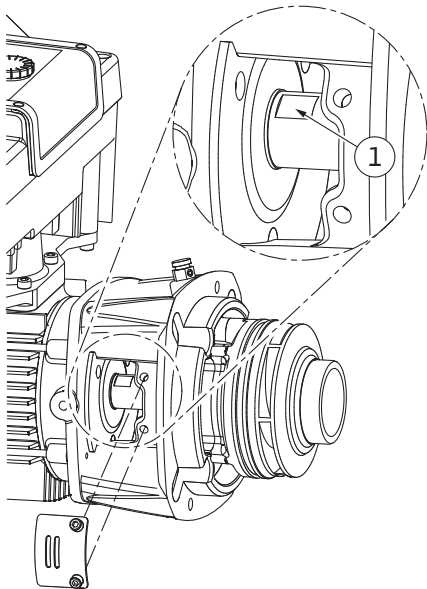

Fig. 106: Nøkkelflater på akselen
14. Før en skiftenøkkel (nøkkelbredde 22 mm) inn i lanternevinduet, og hold fast akselen med nøkkelflatene (Fig. 106, pos. 1). Skru ut skovlmutteren (Fig. I, pos. 22). Løpehjulet (Fig. I, pos. 21) trekkes automatisk av akselen.
15. Demonter distanseskiven (Fig. I, pos. 20).
3. Før en skiftenøkkel (nøkkelbredde 22 mm) inn i lanternevinduet, og hold fast akselen med nøkkelflatene (Fig. 106, pos. 1).
10. Før en skiftenøkkel (nøkkelbredde 32 mm) inn i lanternevinduet (Fig. IV, pos. 38), og hold fast akselen med nøkkelflatene (Fig. 106, pos. 1). Monter løpehjul med underlagsskive(r) og mutter. Trekk til mutteren. Unngå skader på den mekaniske tetningen som følge av skjev påsetting.
11. Rengjør lanternesporet, og legg i den nye O-ringen (Fig. III, pos. 19).